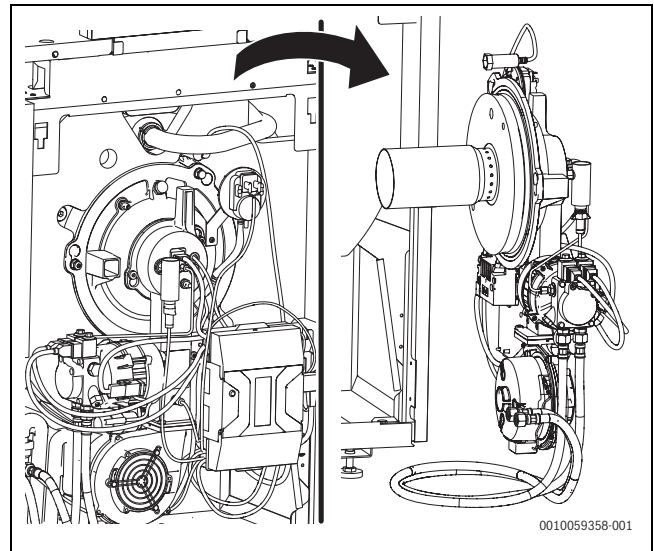

Bild 76 Brenner komplett in Serviceposition 1
- Brenner komplett herausnehmen und in Serviceposition einhängen (→ Bild 76).